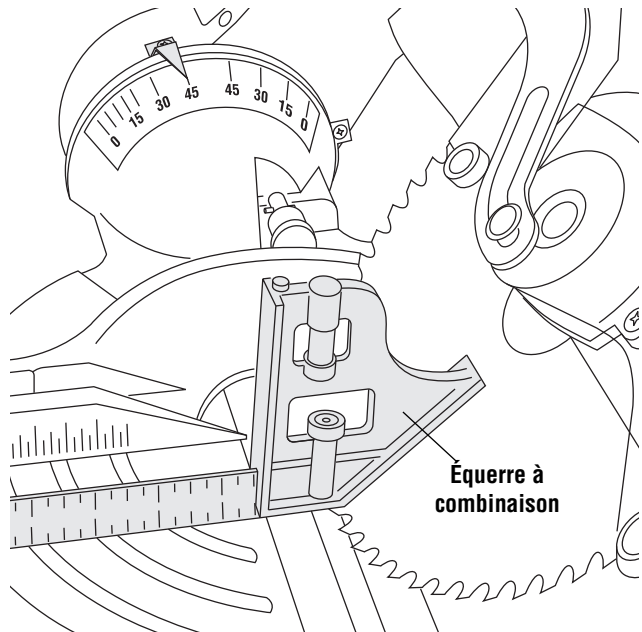

Figure 1. Contrôle de la butée d'inclinaison à 45° à droite
7. À l'aide d'une équerre combinée, contrôlez la position de la lame en butée à 45°. Mettez la tête de l'équerre combinée sur la table et appuyez sa surface à 45° contre la lame. Si la lame ne touche pas l'équerre sur toute sa longueur, (Figure 1), suivez la méthode d'inclinaison.
3. Placez l'équerre combinée de manière à appuyer sa surface à 45° contre la lame. (Figure 1)